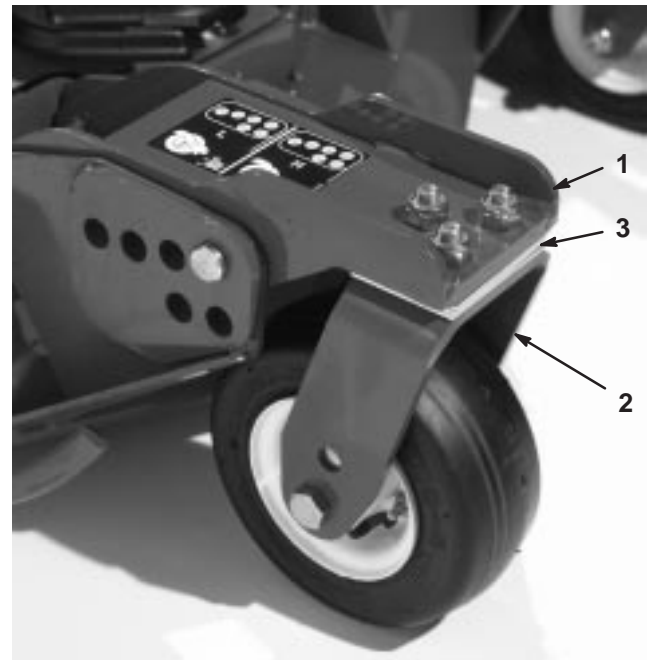

Figure 23
Tournez la lame sur chaque axe pour la diriger dans le sens longitudinal. Mesurez et notez la distance entre le sol et la pointe avant du tranchant. Ajoutez ou retirez des cales de 3 mm sur la ou les chapes des roues pivotantes avant pour que la hauteur de coupe corresponde à celle qui est indiquée sur l'autocollant (Fig. 23). Pour l'axe de la lame extérieure seulement, reportez-vous à la rubrique Réglage de l'inclinaison des lames, page 50.
3. Si le bord intérieur du plateau de coupe latéral est trop élevé par rapport au bord extérieur du plateau de coupe avant, retirez une cale de 3 mm au bas du bras pivotant intérieur avant du plateau latéral (Fig. 23). Mesurez de nouveau la distances entre les bords extérieurs des deux plateaux de coupe latéraux et la distance entre le bord intérieur du plateau de coupe latéral et le bord extérieur du plateau de coupe avant.